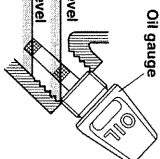

Fig. 10
- 1) Залейте 80 мл 4-тактного моторного масла в маслозаправную горловину. (Рис. 10)
- 1) Fill the 80ml 4 stroke automobile engine oil from oil fill port. (Fig. 10)